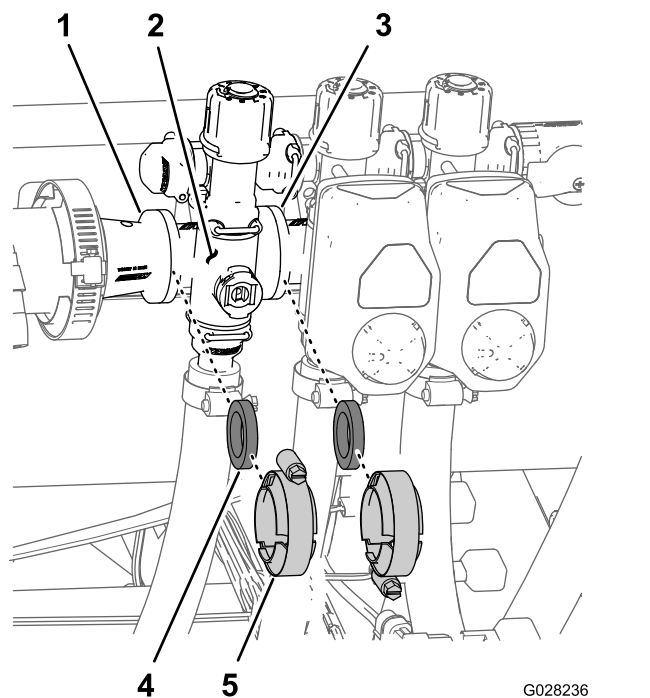

図 136
1. 個別boomバルブ 図 136 のマニホルドを隣接する個別boomバルブ左boomの場合はリデュースカップリングに固定しているクランプとガasketを外す。